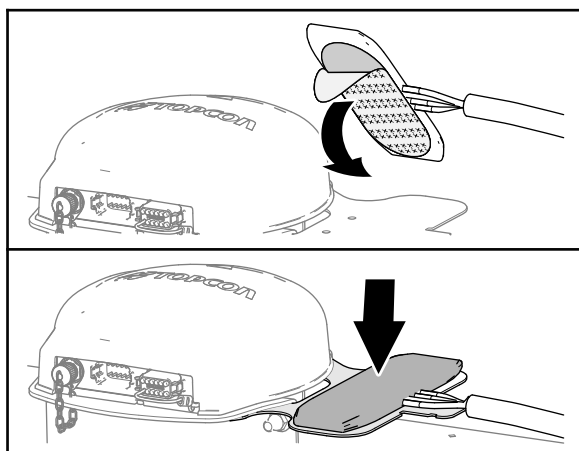

Figura 156
2. Retire el papel protector del adhesivo de doble cara de la parte inferior de la antena del módem (Figura 156).
3. Fije la antena del módem a la parte superior del soporte de la antena del módem, como se muestra en la Figura 156.